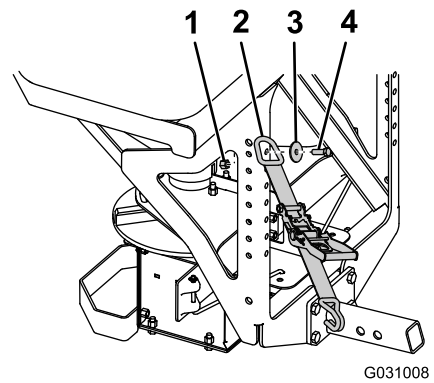

Figura5
1. Atașați capătul cu inel în formă de D al curelelor cu clichet la orificiile superioare de pe exteriorul cadrului dispozitivului de împrăștiere cu ajutorul unui șurub (1/2 inch), al unei șaibe (1/2 inch) și al unei contrapiulițe (1/2 inch) și strângeți șuruburile cu un cuplu de 76 N·m (Figura5).
1. Atașați capătul cu inel în formă de D al curelelor cu clichet la orificiile superioare de pe exteriorul cadrului dispozitivului de împrăștiere cu ajutorul unui șurub (1/2 inch), al unei șaibe (1/2 inch) și al unei contrapiulițe (1/2 inch) și strângeți șuruburile cu un cuplu de 76 N·m (**Figura5**).